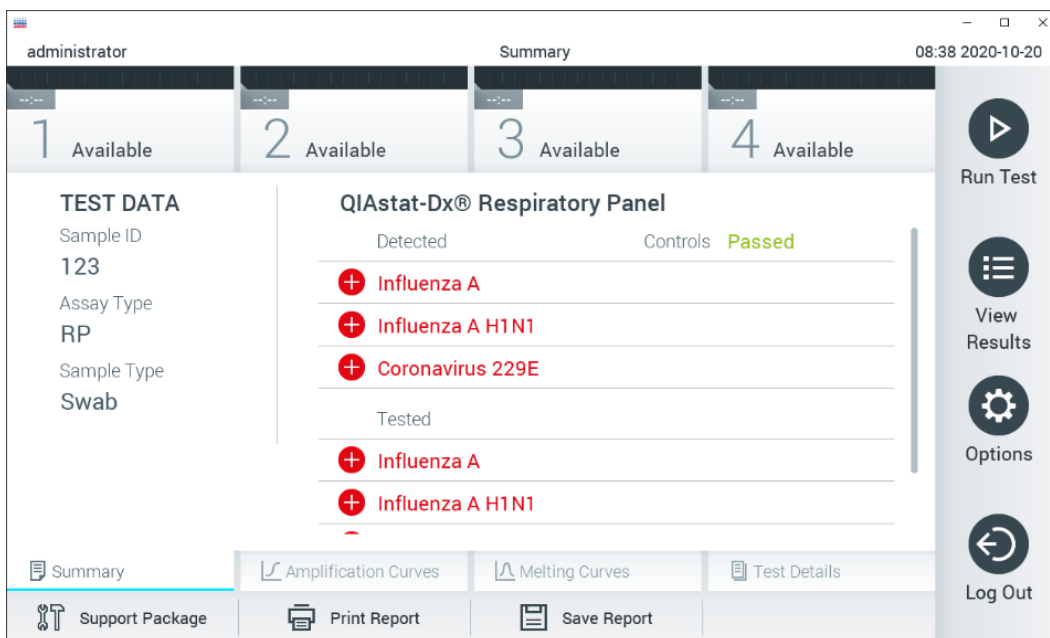

図 30. Summary (サマリー) 結果画面。
11. QIAstat-Dx アッセイカートリッジがイジェクトされると、結果 Summary (サマリー) 画面が表示されます (図 30)。詳細は、セクション5.5 を参照してください。